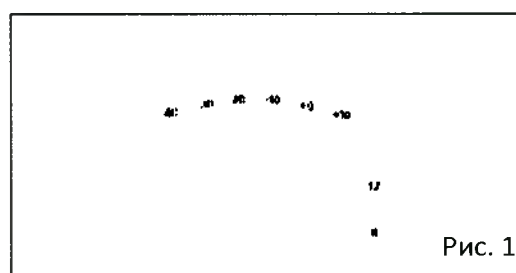

Рис. 1
1. Информация, обозначенная на графике для регистратора температуры, показана на Рис. 1.